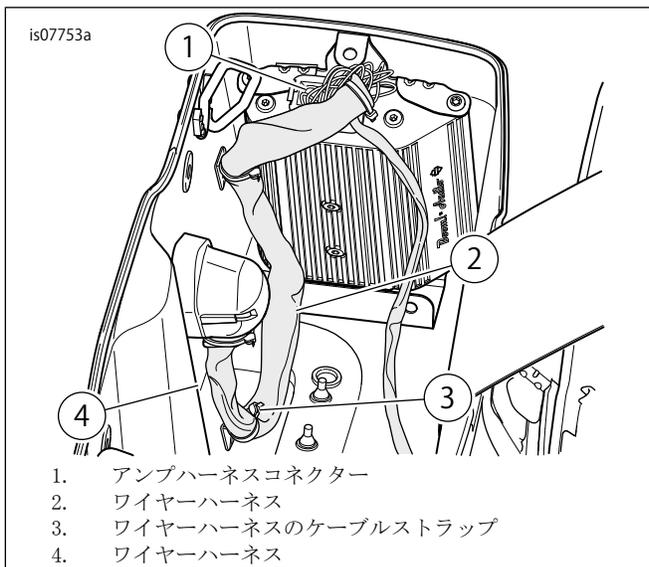

図9. インナーハーネスの取り回し
15. 「図9」を参照してください。サドルバッグハーネスのコネクター[149]をアンプの上部に接続します。サドルバッグ側のハーネスを左サドルバッグの内側へ取り回します。イソプロピルアルコールと蒸留水を5:5で混ぜたもので、ハーネスの経路に沿って、サドルバッグ内側の底部および側面の表面の汚れを取り除きます。図のように、ケーブルストラップとベースで固定します。